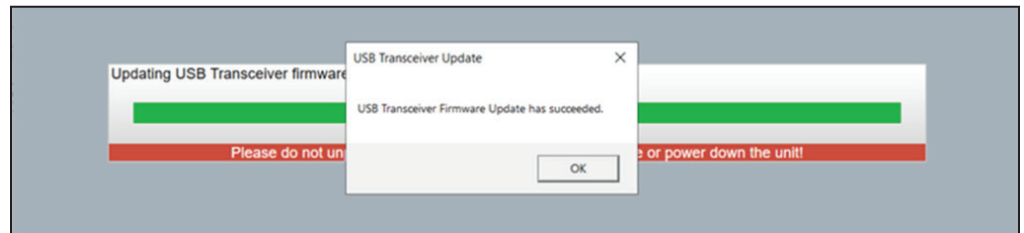

Figura 10. Mensaje de actualización exitosa del firmware del transceptor USB.
PASO 4. Cuando finalice la actualización, aparecerá un cuadro de diálogo con un mensaje indicando que se ha realizado correctamente. Haga clic en el botón **Aceptar**. Ver la Figura 10.